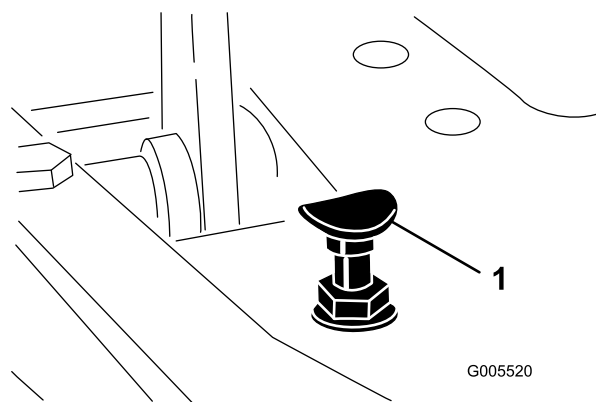

図 42
- モードレバーを移動走行位置にセットし、ペダルストップを固定しているロックナットをゆるめる図 42。
モードレバーを移動走行位置にセットし、ペダルを一杯に踏み込めば最高速度となります。ケーブルに張力が掛かる前にペダルがストップ図 42 に当たる場合には調整が必要です。